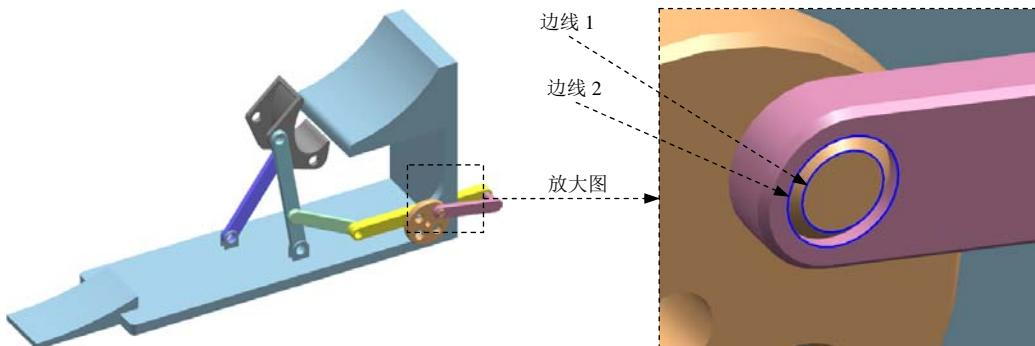

图10.2.4 定义旋转副（二）
(1) 在“运动副”对话框**定义**选项卡的**类型**下拉列表中选择**旋转副**选项；在模型中选取图10.2.4所示的边线1为参考，系统自动选择连杆、原点及矢量方向。
(2) 在“运动副”对话框**基本**区域中选中 **喷合连杆**复选框；单击**基本**区域中的**\*选择连杆①**按钮，在模型中选取图10.2.4所示的边线2为参考。
(3) 单击**应用**按钮，完成运动副的添加。